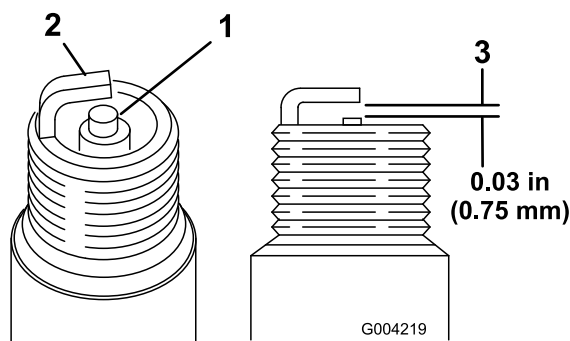

Figure 18
1. Examinez le centre de la bougie (Figure 18). Si le bec de l'isolateur est recouvert d'un léger dépôt gris ou brun, le moteur fonctionne correctement. S'il est couvert d'un dépôt noir, c'est généralement signe que le filtre à air est encrassé.
2. Contrôlez l'écartement entre l'électrode centrale et l'électrode latérale (Figure 18). Courbez l'électrode latérale (Figure 18) si l'écartement est incorrect.